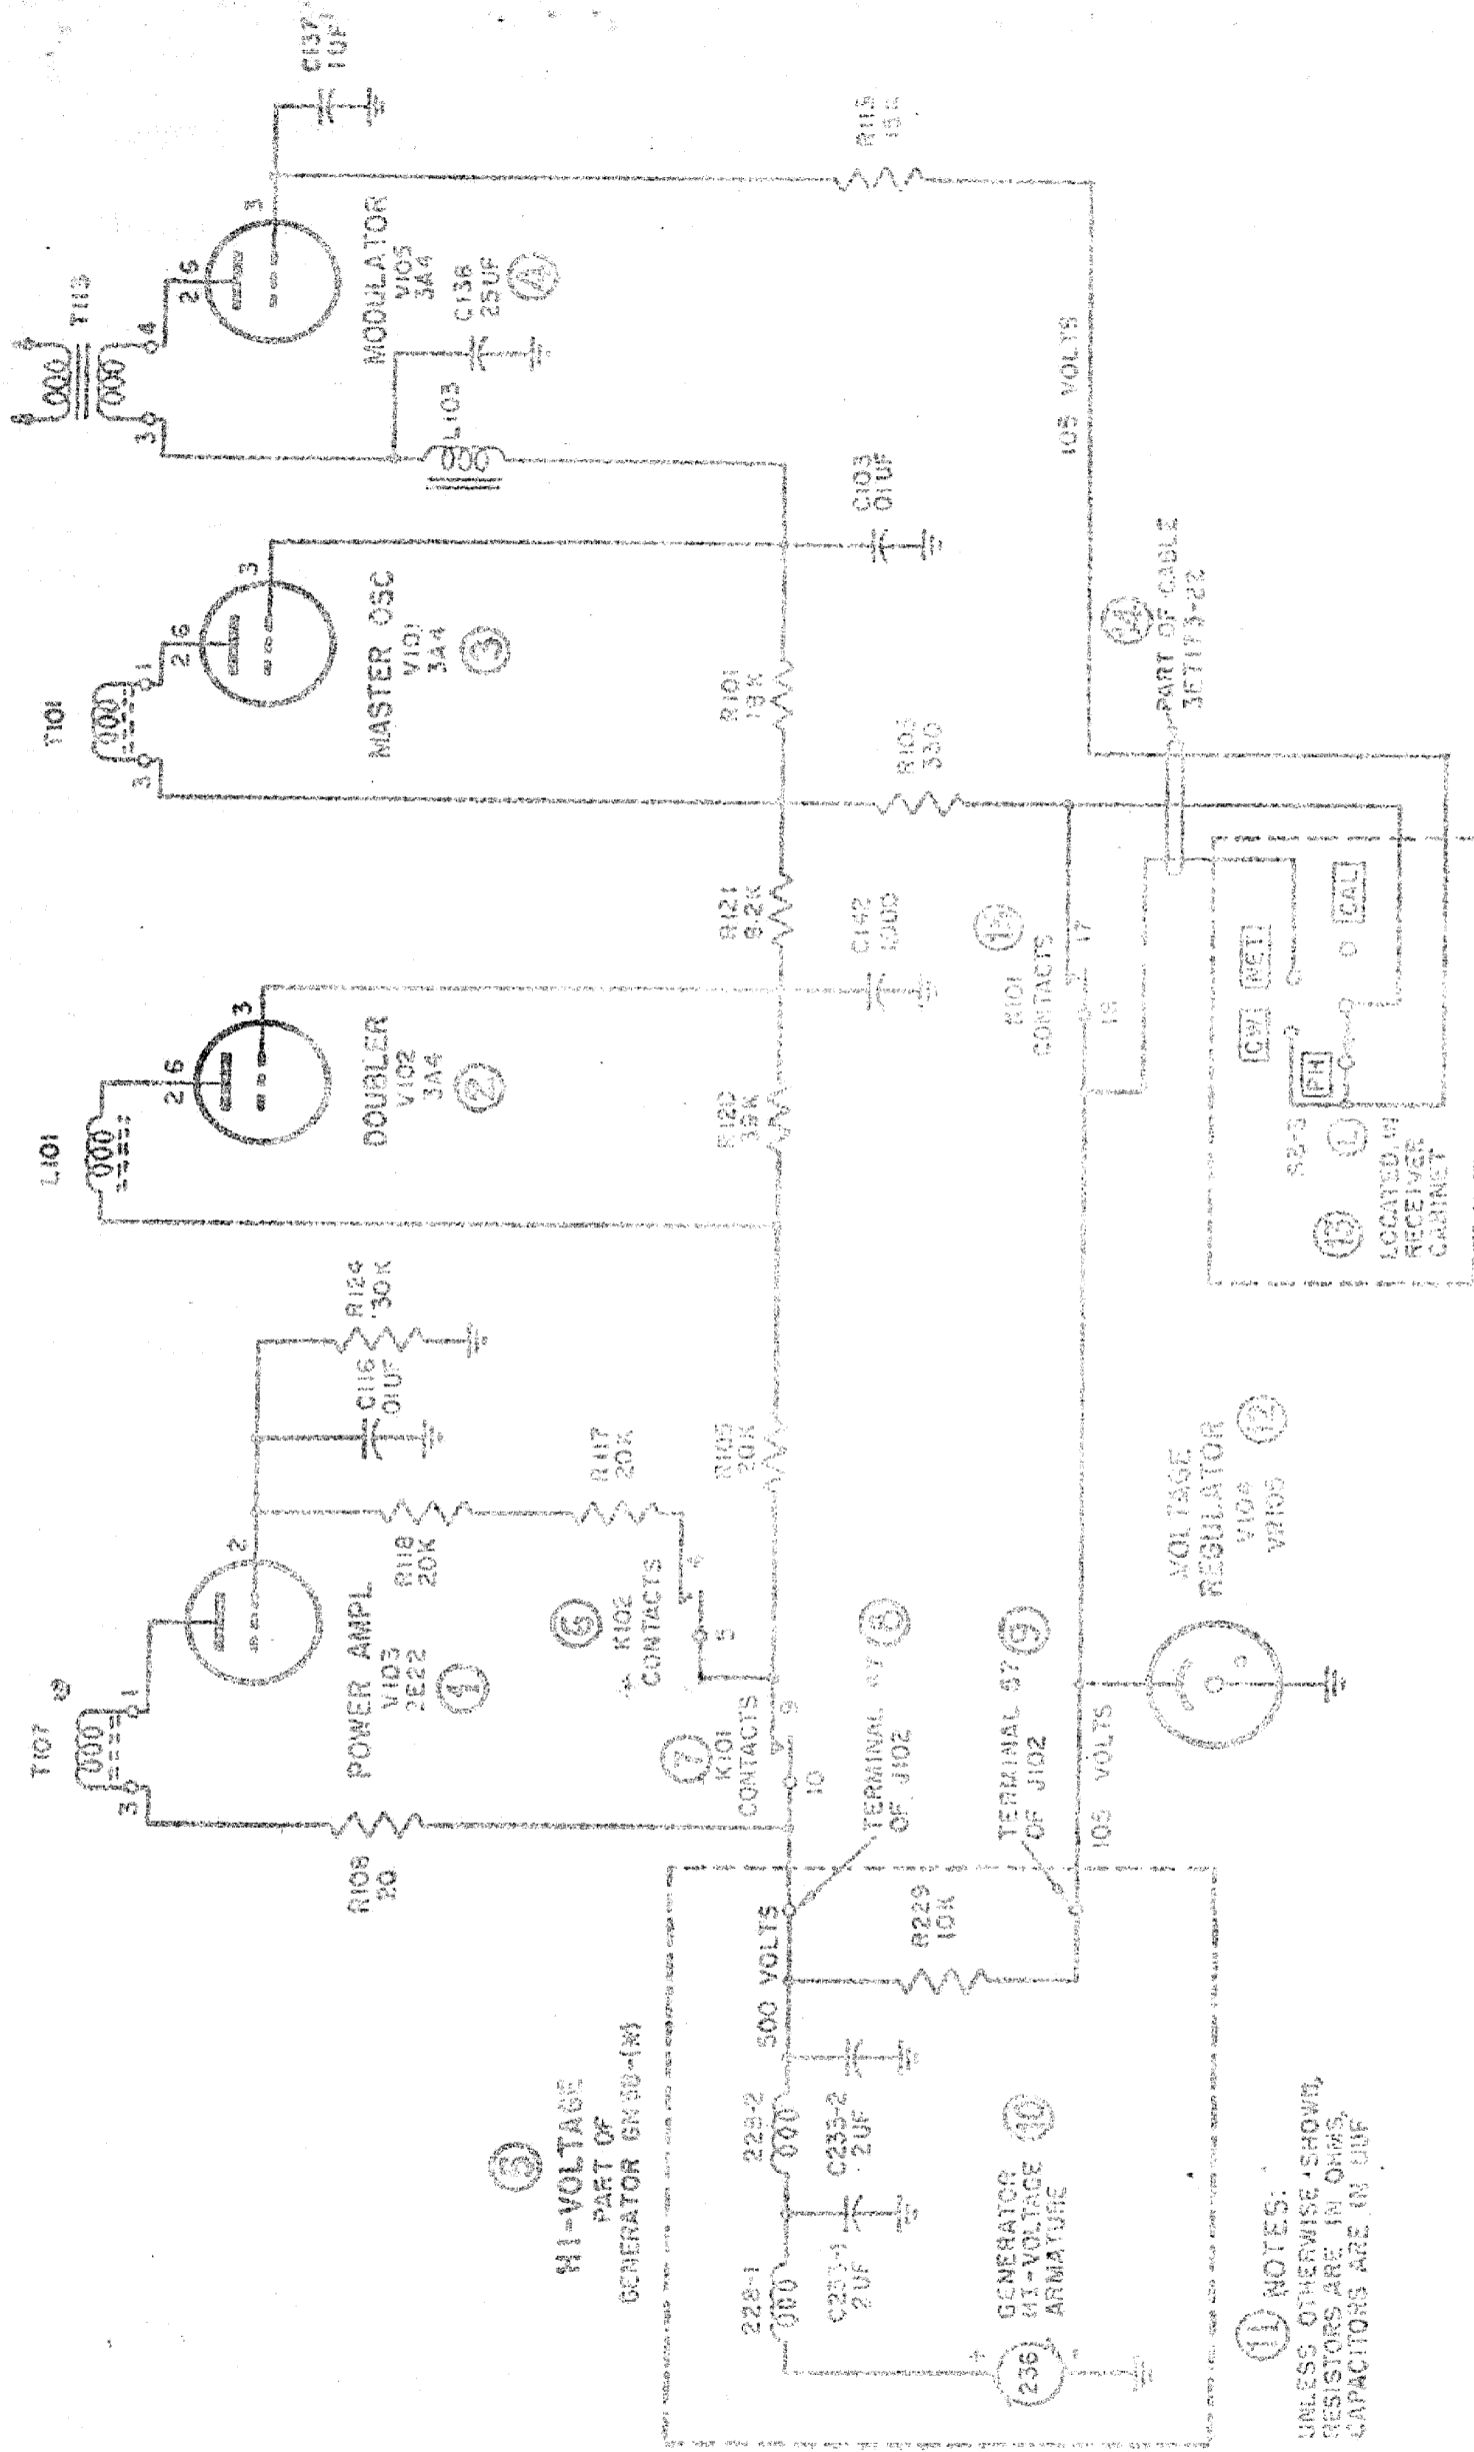

Fig. 34 - Circuiti di alimentazione di placca e di griglia schermo del trasmettitore - Circuiti semplificati.
punto vanno al contatto SEND del commutatore S103D. Quando il commutatore è posto su SEND, la tensione è portata ai piedini 3 e 5 della V104 (regolatrice di tensione) e raggiunge i contatti del relè K101, attraverso i collegamenti interni fra i piedini 3 e 7 della V104. Quando i contatti 17 e 18 e quelli del 9 e del 10 del relè K101 sono aperti, nessuna placca o griglia schermo delle valvole riceve tensione, eccezione fatta per la placca della V103 (fig. 34). Abbassando il tasto od il pulsante del microfono, questi contatti si chiudono ed il trasmettitore funziona in quanto le valvole ricevono tensione.
d. RELÈ DI SOVRACCARICO. — I contatti 5 e 4 del relè di sovraccarico K102 sono in serie alle resistenze di cadute della griglia schermo della V103 (fig. 34). Questi contatti sono normalmente chiusi. Se viene a mancare tensione di eccitazione sulla griglia controllo della V103, la valvola non è più polarizzata negativamente e la corrente anodica eccessiva che ne consegue può rovinare la valvola stessa. Ad evitare ciò, in serie al circuito di griglia controllo, è collegata una bobina di relè ed i suoi contatti 4 e 5 sono collegati in serie alla griglia schermo. Perciò se non vi è eccitazione sulla griglia controllo, non vi è corrente, la bobina si diseccita,
Se il trasmettitore viene impiegato con potenza massima, è impossibile effettuare l'isoonnda. Perciò non bisogna mai premere il tasto od il pulsante del microfono durante queste operazioni. Però, non premendo il tasto od il pulsante, i contatti 17 e 18 del relè K101 non si chiudono e le valvole del trasmettitore non ricevono tensione di placca o di griglia schermo. In questo caso entra a far parte del funzionamento il commutatore S3-3 che applica tensione solo alla V101 ed alla V102. Il commutatore suddetto è posto nel ricevitore ed è collegato al trasmettitore a mezzo del cavo 3E7173-22. Quando il commutatore S3-3 è posto su NET, cortocircuita i contatti 17 e 18 del relè K101 (fig. 34). Ciò consente alle correnti di placca e di griglia schermo della V101 e V102 di circolare attraverso la resistenza R103, il commutatore S3-3, il terminale